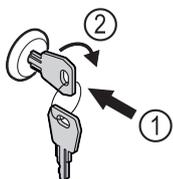

Fig. 170
- ▶ Insérer la clé Fig. 170 (1).
- ▶ Tourner la clé à 90° dans le sens horaire Fig. 170 (2).